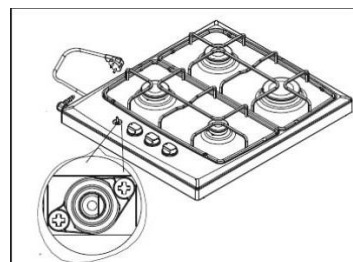

Рис.15
- Пожалуйста, демонтируйте инжектор (рис.15)